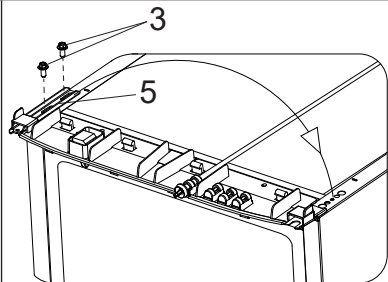

Рисунок 6
5. Торцовым ключом на 8 выкрутите болты 3, переставьте вторую верхнюю петлю 5 на противоположную сторону (см. рис. 6).